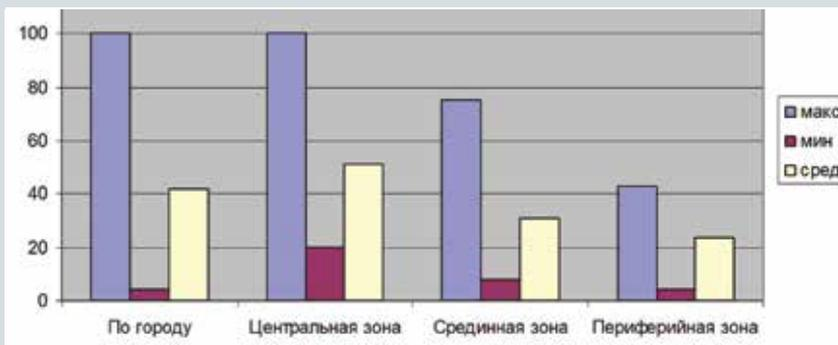

Рис. 2. Отношение общей площади подземной части к общей площади сооружения для объектов, построенных в г. Москве
- по построенным объектам — от 4% до почти 100% (рис. 2);